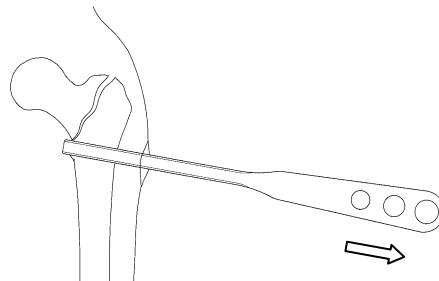

図 1
- 1) 骨頭が内反転位している場合に、小転子内側に整復器先端部を設置し、整復器を引き付けることにより、骨折部の整復を行います。（図 1）